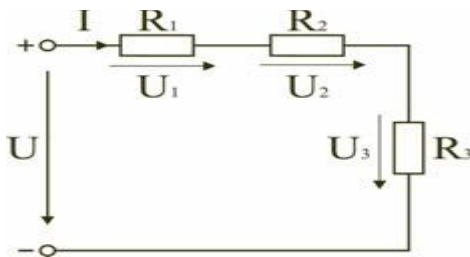

Рис. 1.4
**Последовательным** называют такое соединение элементов цепи, при котором во всех включенных в цепь элементах возникает один и тот же ток  $I$  (рис. 1.4).
После этого расчет цепи сводится к определению тока  $I$  всей цепи по закону Ома, и по вышеприведенным формулам рассчитывают падение напряжений  $U_1$ ,  $U_2$ ,  $U_3$  на соответствующих участках электрической цепи (рис. 1.4).